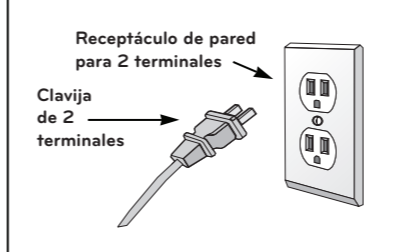

Figura 2 Toma corriente con 2 terminales. Para este tipo de conexión es necesario realizar la conexión a tierra apropiada
Inserte la charola elevándola un poco de su base (1), después de esto júlela en dirección hacia usted (2), vea la Figura 2.
2. Jale la parrilla hacia afuera levantándola levemente hasta que salga el seguro de la guía (Figura 2).